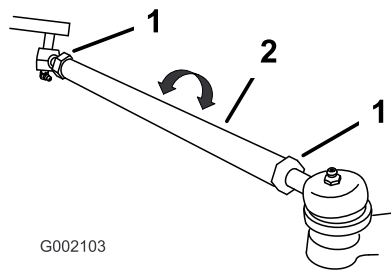

Figure 35
7. Si les mesures ne sont pas comprises entre 0 et 6 mm, desserrez les écrous de blocage aux deux extrémités des biellettes (Figure 35).